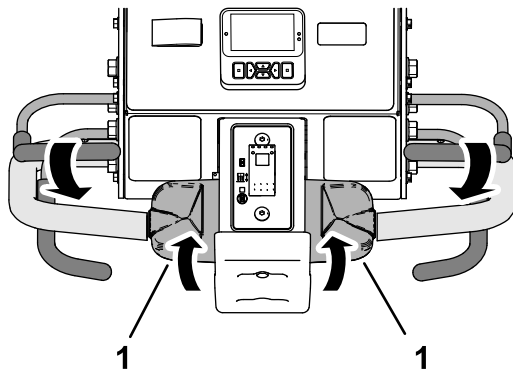

Bild 90
3. Halten Sie den Schaltbühnen am Lenker und drehen Sie den oberen Teil des Fahrtriebshebler langsam nach hinten (Bild 90).